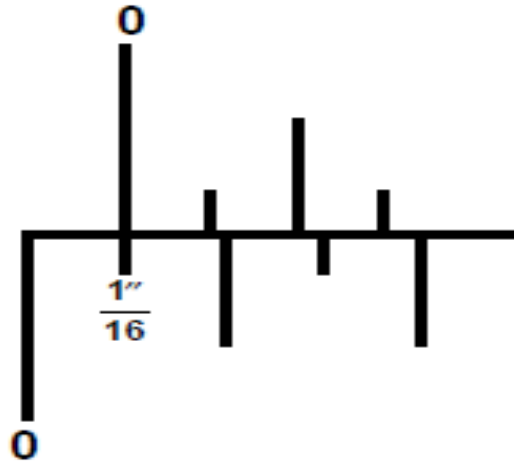
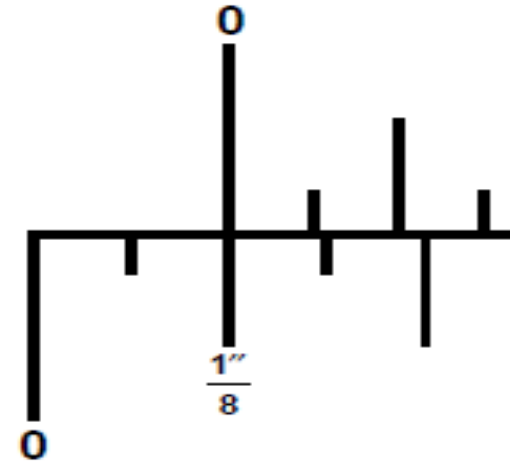
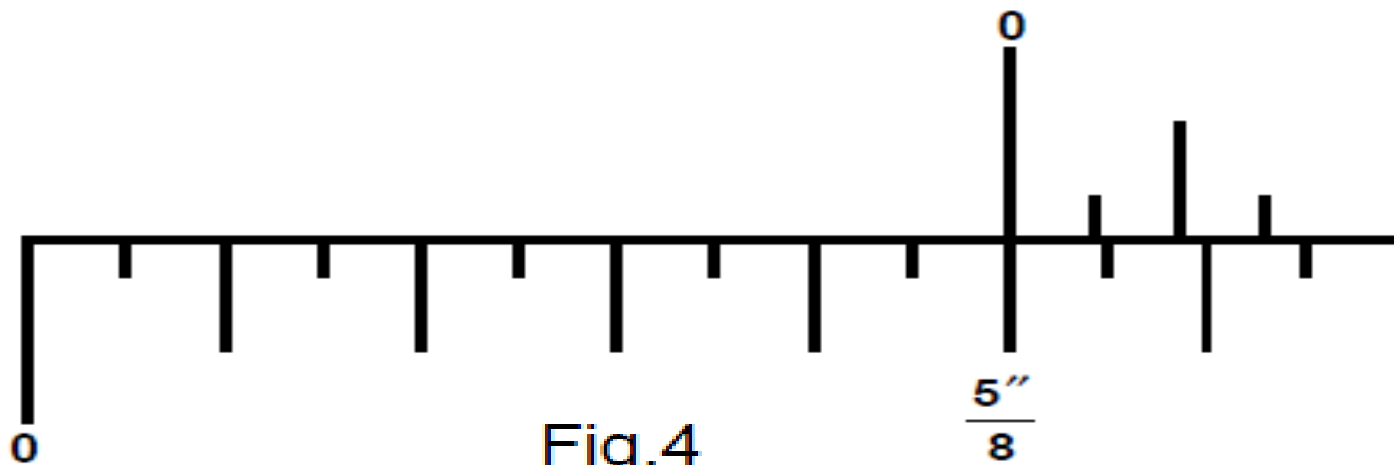

Fig.2
Fig.3
Fig.4
- Assim sendo, se deslocarmos o cursor do paquímetro até que o traço zero do nônio coincida com o primeiro traço da escala fixa, a leitura da medida será $\frac{1}{16}''$ (fig.2), no segundo traço, $\frac{1}{8}''$ (fig.3), no décimo traço, $\frac{5}{8}''$ (fig.4).